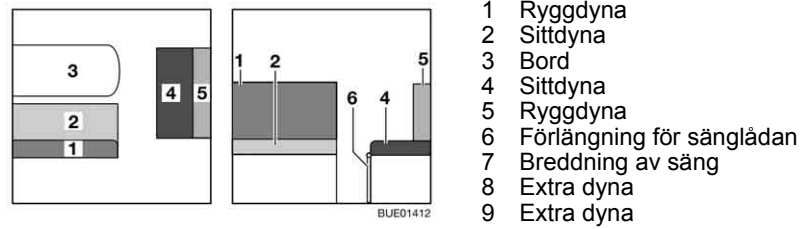
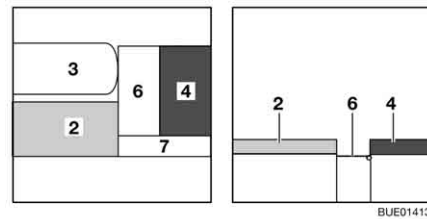
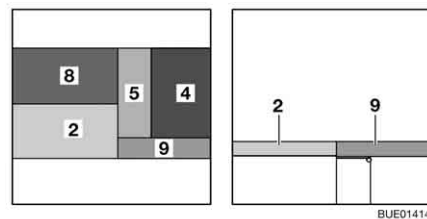

Bild 118 Före ombyggnaden
Bild 119 Under ombyggnaden
Bild 120 Efter ombyggnaden
- Bygg om bordet (Bild 118,3) till sängbotten (se avsnitt 6.12).
- Fäll ut sänglådornas förlängning (Bild 118,6).
- Haka fast sängbreddningen (Bild 119,7) på sänglådan och på sänglådans förlängning.
- Tag bort ryggdynan (Bild 118,1) och lägg den åt sidan.
- Ta av ryggdynan (Bild 118,5) och lägg den på sänglådans förlängning (Bild 119,6).
- Lägg extradynan (Bild 120,8) på bordet.
- Lägg extradynan (Bild 120,9) på sängbreddningen (Bild 119,7).